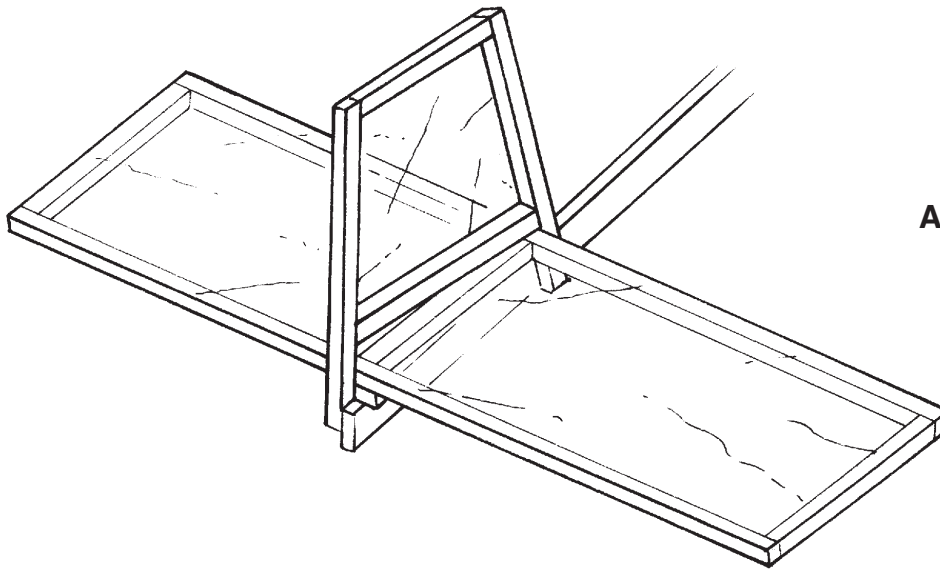

Abb. 26
7.6.5 Das Seitenleitwerk wird mit UHU-hart an den Rumpfstab angeklebt. Dabei muß sich die vordere Leiste auf der rechten und die hintere Leiste auf der linken Rumpfseite befinden. (Abb.26)